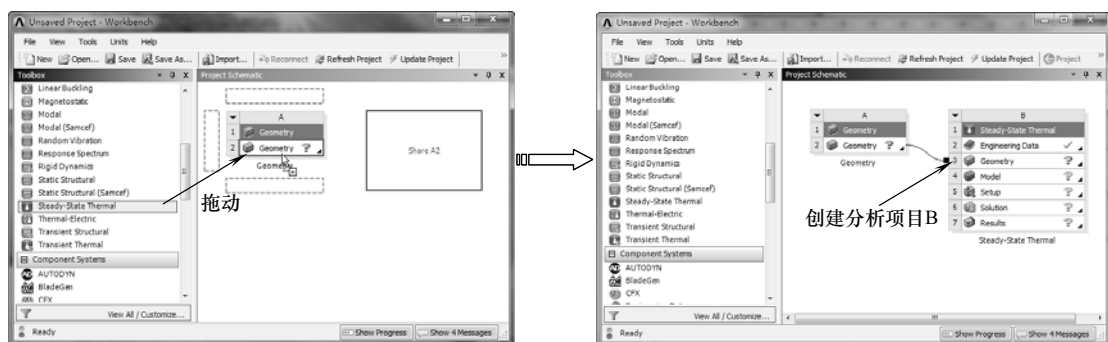

图 11-68 创建分析项目 B
4) 在【Toolbox (工具箱)】中【Analysis Systems】下的【Steady-State Thermal】选项上按住鼠标左键, 拖动到【Project Schematic (项目管理区)】分析项目 A 中的 A2 上, 当 A2 呈红色高亮显示时, 释放鼠标创建分析项目 B, 如图 11-68 所示。